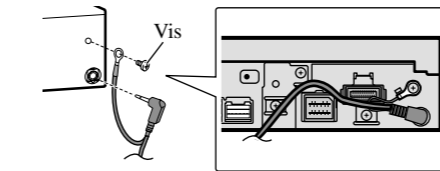

Fig. 6
- Reliez le câble à fibres optiques et le conducteur de masse à l'appareil. (Fig. 6)